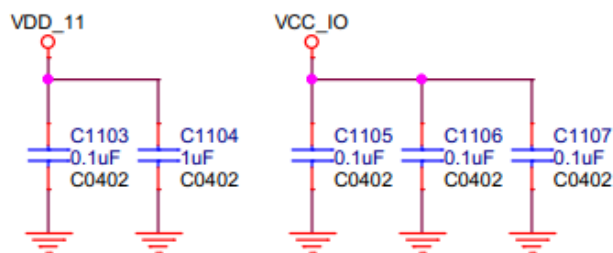
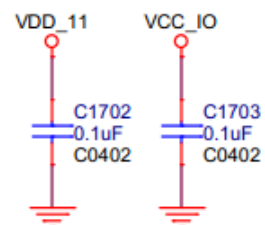

图4-3
图4-4
- 原理图中芯片端的耦合电容，请靠近芯片管脚放置，如图4-3、图4-4所示。